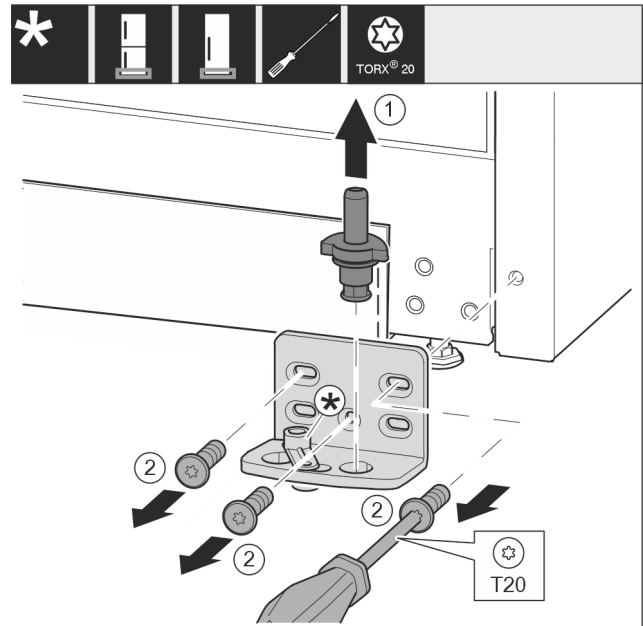

Fig. 8
- ▶ 将轴承螺栓完全向上拉出。 Fig. 8 (1)
- ▶ 用 T20 螺丝刀将螺钉旋出并取下托架。 Fig. 8 (2)